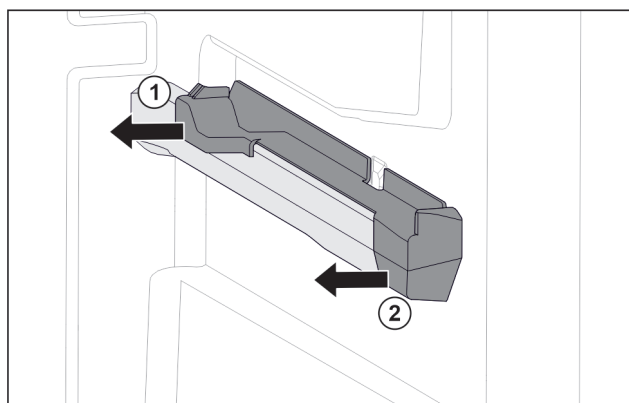

Fig. 86 Elemento inseribile sulla nervatura destra del contenitore
- Estrarre l'elemento inseribile dal lato posteriore di lato. Fig. 86 (1)
- Estrarre l'elemento inseribile dal lato anteriore di lato. Fig. 86 (2)